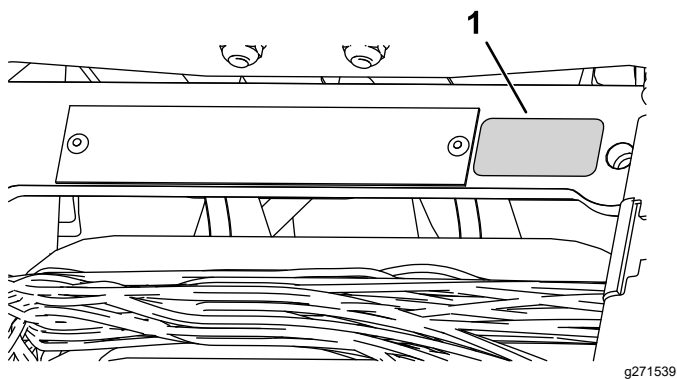

Figura 17
- Coloque la pegatina del año de producción junto a la placa con el número de serie (Figura 17).